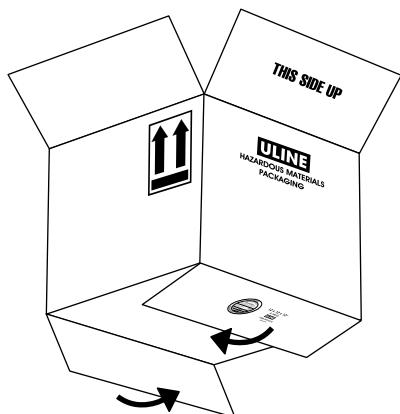

Figure 2
2. Scellez le fond de la boîte en collant une bande de ruban adhésif en polypropylène (2,6 mil) de 5 cm (2 po) de largeur (n° de modèle Uline S-14564) sur la partie où les rabats se rejoignent. Le ruban adhésif doit dépasser de 7,6 cm (3 po) de chaque côté des bords de la boîte. (Voir Figure 2)